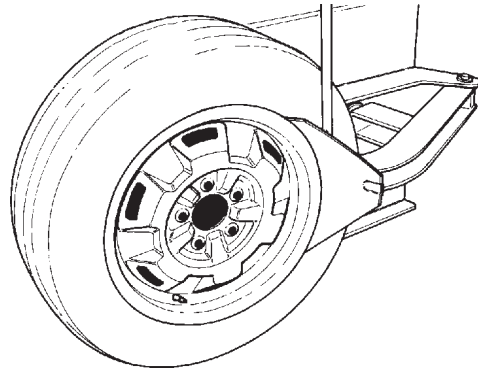

Fig. 4.1-2
B. Détalonner le flanc extérieur et intérieur de la roue. Maintenir ouvert l'outil de décollage, faire tourner l'ensemble pneu/jante dans la zone de l'outil de décollage (Fig. 4.1-2). S'assurer que l'ensemble pneu/jante est bien à plat contre le patin de l'outil de décollage sur le côté de la machine. S'assurer que la lame de l'outil de décollage n'est pas au-dessus de la partie supérieure d'une partie de la jante. Maintenant, activer la pédale de l'outil de décollage. Dès que le talon sort de la jante, relâcher la pédale de l'outil de décollage. Il pourrait être
Effectuer cette opération avec beaucoup de précautions. Éviter de maintenir trop longtemps la pédale du détalonneur pressée. Il pourrait provoquer accidentellement la rupture du talon (Fig. 4.1-2)